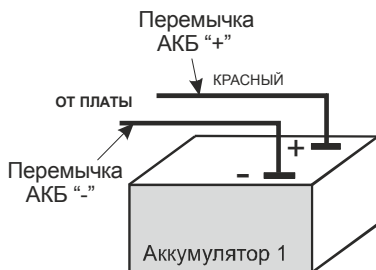

Рисунок 3. Подключение одного аккумулятора.
- подключить перемычки АКБ к АКБ, соблюдая полярность (см. рис. 3);